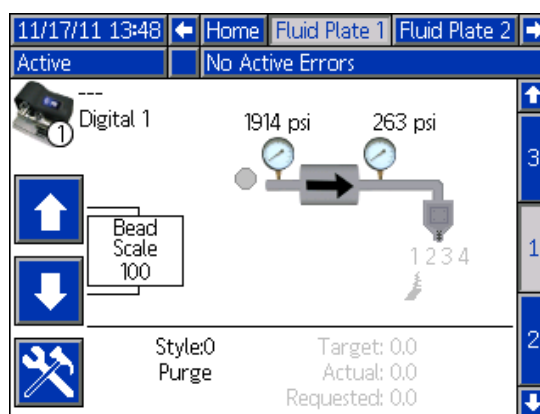

FIG. 33
4. Registre el volumen suministrado en Placa de fluido x, pantalla 1. Vea FIG. 33 en página 47.